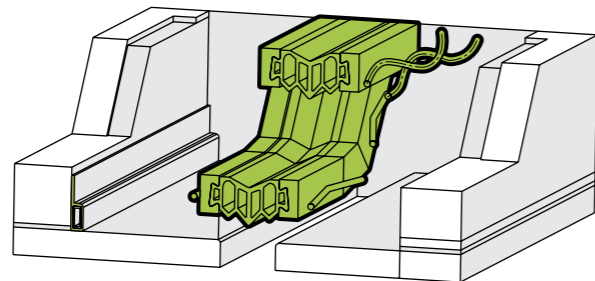

Fig. 2 : Détails du relevé de profilé.
- relevés de profilé d'extrémité - *fig. 2* ;